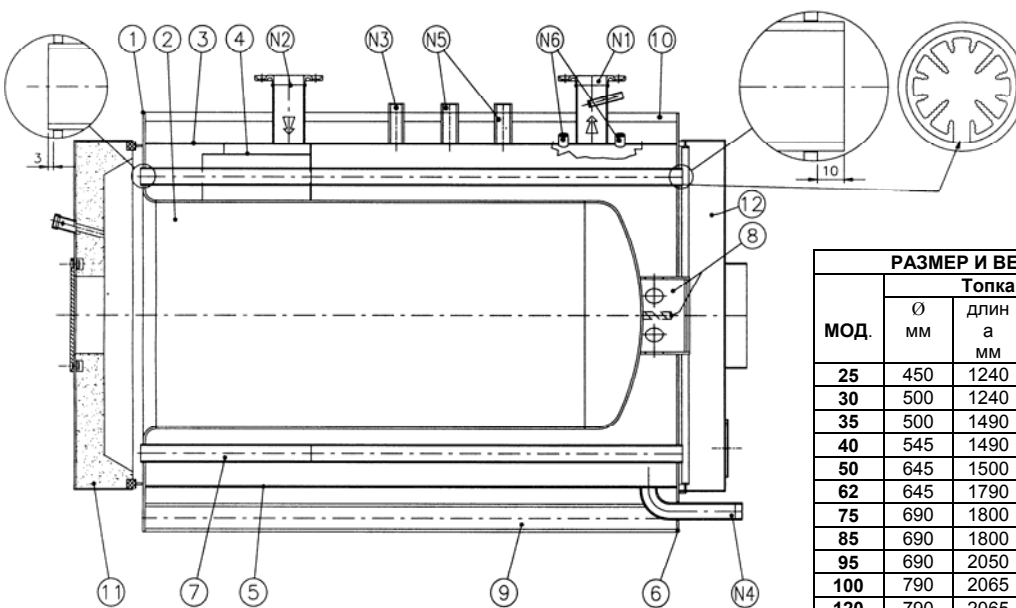

Рис. 7
- a) Разместить переднюю пластину (1) котла на полу петлями вниз в строго горизонтальном положении (отметить среднюю линию сторон плиты, чтобы правильно расположить топку и обечайку).
- b) Разместить топку (2) на внутреннем крае передней пластины (1), чтобы продольный сварочный шов топки располагался в нижней части котла. **Проверить, чтобы соединение пластины с топкой было точно перпендикулярным.**
- c) Приварить топку (2) к передней пластине (1) по внешней окружности.
- d) Разместить часть верхней обечайки (3) (патрубок обратки, узнаваемый через отсекающий поток (4), приваренный внутри обечайки, должен находиться рядом с передней трубной пластиной). **При размещении необходимо выровнять оси отверстий для фланцевых патрубков, по значку предварительно размеченному на осевой линии плиты.** Для точности центровки проверьте расстояние **A** между краем обечайки и плиты. Перейти к точечной сварке только на осевой линии.
- e) Разместить нижнюю обечайку (5), соблюдая квоту **B**, и произвести точечную сварку только по нижней осевой линии передней пластины (1).
- f) Провести точечную сварку между двумя частями обечайки (3) и (5).
- g) Разместить заднюю трубную пластину (6), вставив анкерный болт или опорный патрубок (8) топки.
- h) Приварить заднюю трубную пластину (6) к анкерному болту или опорному патрубку (8), не задевая при этом 4 резьбовые заклепки или винта, при помощи которых фиксируется дымоход.
- i) Приварить всю обечайку (3) и (5) к передней трубной пластине (1).
- j) Вставить и приварить дымогарные трубы (7) к задней трубной пластине (6). Котел может находиться в вертикальном положении или, с большей трудностью для сварки, горизонтальном. Выбор положения зависит от размера помещения и наличия средств для подъема котла. **Важно: дымогарные трубы (7) должны выступать примерно на 3 мм со стороны передней трубной пластины (1) и примерно 10 мм со стороны задней трубной пластины (6).**
**NB: Для версии F (с алюминиевым элементом) паз слива конденсата должен находиться в нижней части (см Рис. 7)**
- m) Приварить продольно обе части обечайки (3) и (5) и выполнить внутреннюю сварку топки (2) к передней трубной пластине (1); для облегчения операции рекомендуется вращать ее на валиках.
- n) Приварить обе рукоятки на 1/2" (N6) к обечайке (3) после проверки правильности наклона Зумпфов колб, так чтобы они не были закрыты дымогарными трубами; снять Зумпфы в момент сварки. Приварить два фланцевых патрубка (N1) и (N2) для подачи и обратки, проверяя горизонтальность фланцев; приварить рукоятку соединения для приборов (N3) и соединения (N5) если они предусмотрены.
- o) Приварить дымогарные трубы (7) к передней трубной пластине (1).
- p) Проверить, чтобы пластины (1) и (6) не имели деформации и приварить лонжероны (9) по линии плиты.
- q) Приварить трубы квадратного сечения (10) опоры обшивки; если это предусмотрено, приварить также боковые трубы, соблюдая квоту **C**.
- s) Установить дверцы (11) и дымоход (12).